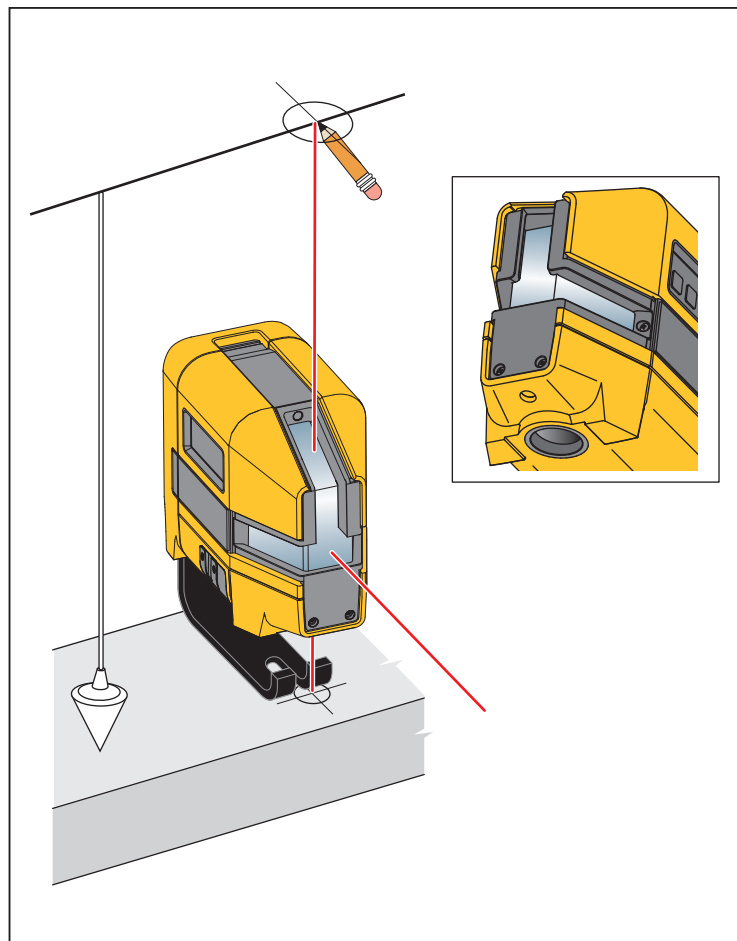

Figura 5. Nueva marca de plomada
2. Centre el láser en la marca. Consulte la figura 5.